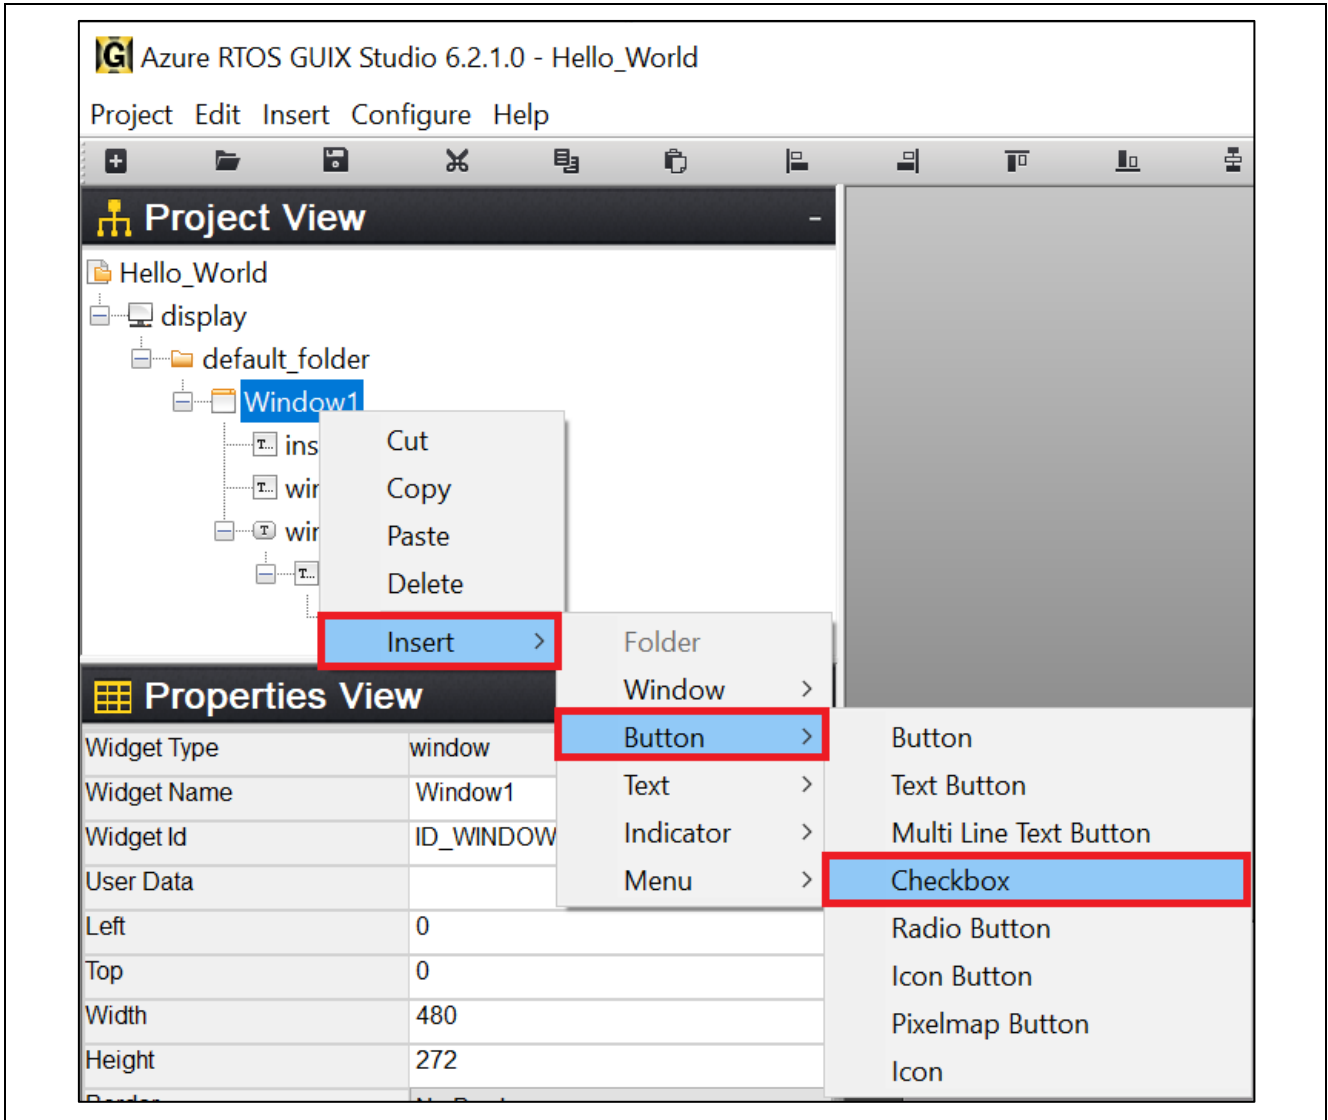

図 57. Button Checkbox の挿入
20. 図 57 のように、Window1 を右クリックし、Checkbox を挿入します。